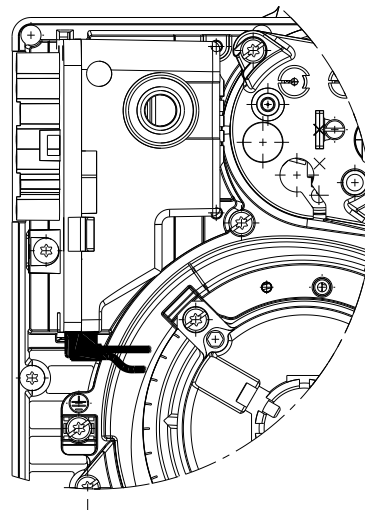

Abb. 20
- Die korrekte Einschaltung der Steckverbinder anhand der Symbole auf der Unterseite der Flammenüberwachungseinrichtung überprüfen: Sich vergewissern, dass die Steckverbinder vollständig eingesteckt sind, indem Sie sie bis zum Anschlag einschieben, jeder in seiner eigenen Position. Alle Steckverbinder müssen mit den Anschlusskabeln zur Innenseite des Brenners gerichtet sein (siehe Abb. 20).